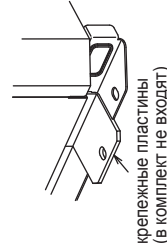

Рис. 3 (без съёмной опоры)
- ④ Если болты крепления закручиваются после установки блока на основание, то используйте крепежные пластины (в комплект не входят). См. рис. 3 и 4.
- ⑤ Изолируйте отверстия, через которые в блок входят фреонопроводы и кабели, для исключения проникновения в блок мелких животных и воды, которые могут повредить компоненты блока.
- ⑥ При подключении фреонопроводов и кабелей снизу убедитесь, что они не мешают установочным элементам блока.
- ⑦ Следуйте дополнительным рекомендациям, приведенным в „Инструкции по установке“.